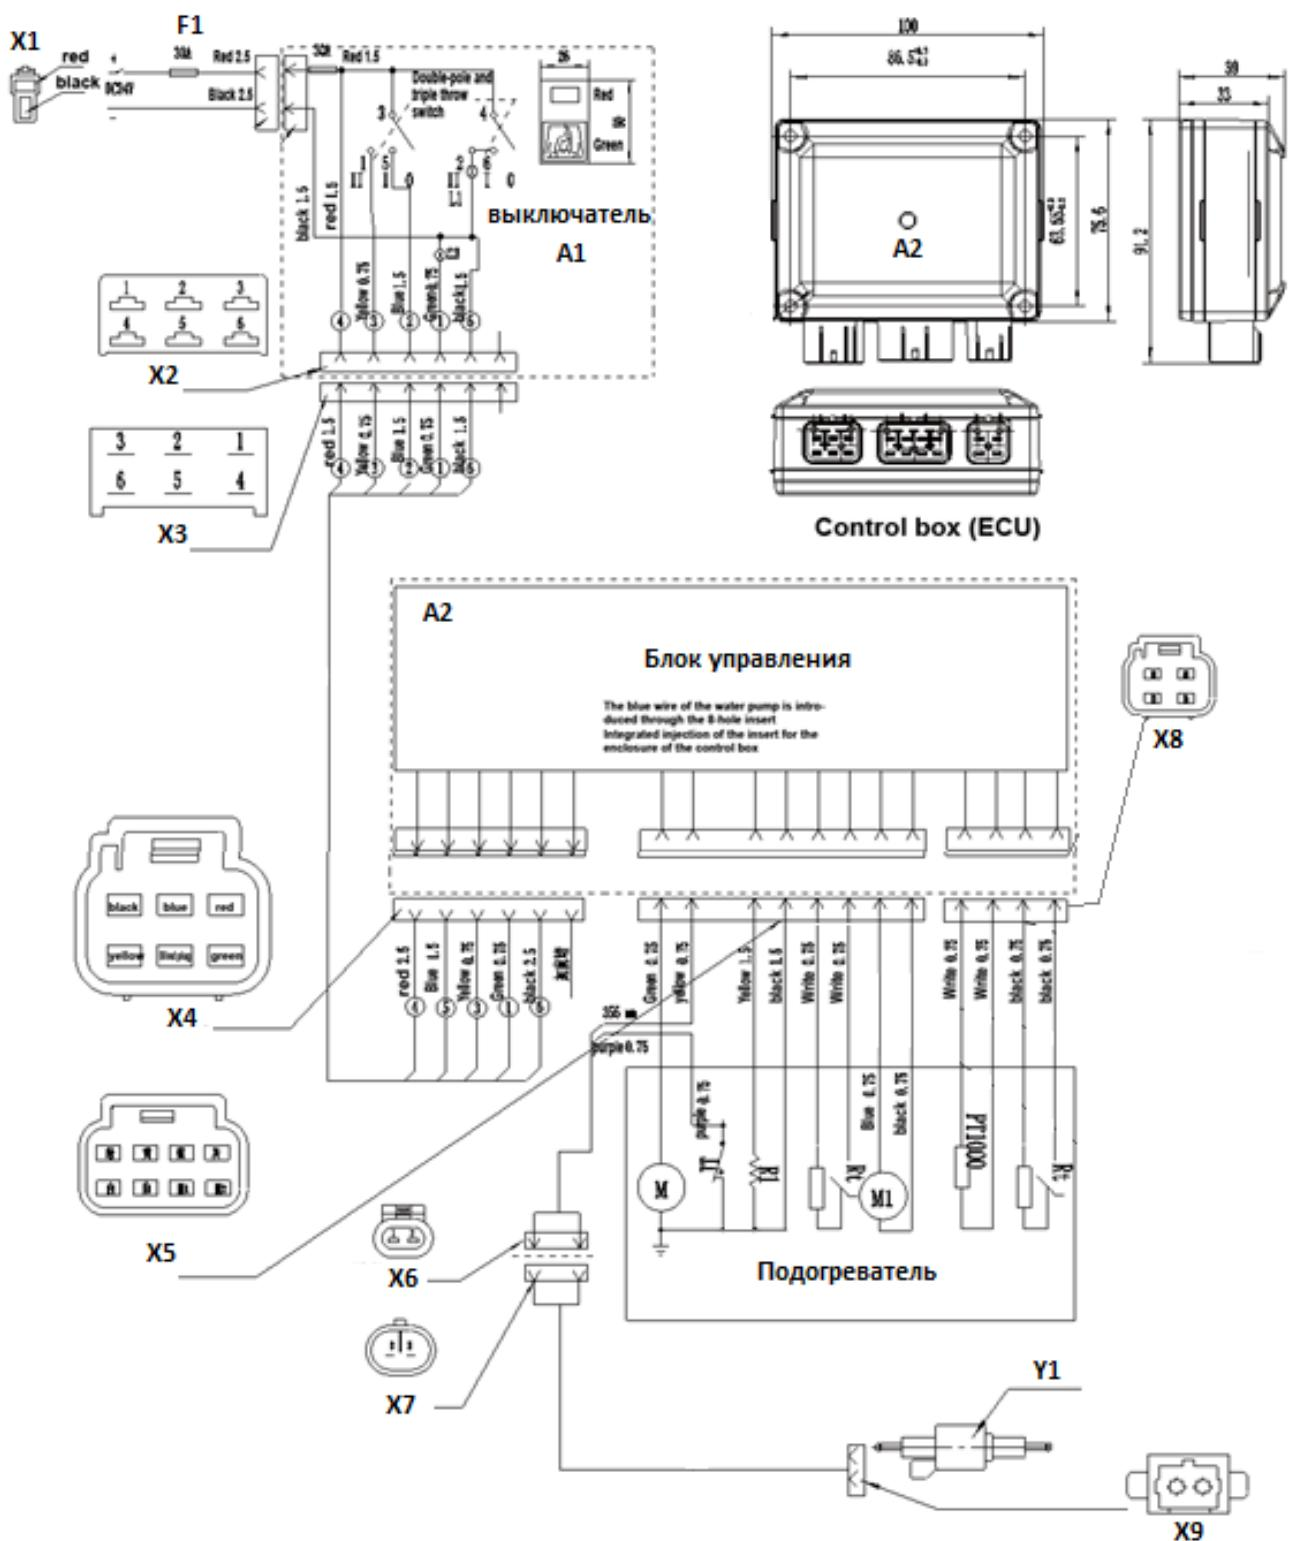

Рис.16 Электрическая схема
4.8.1 Подключение блока управления/подогревателя Электрическое подключение подогревателя выполняется по **Рис.16**.